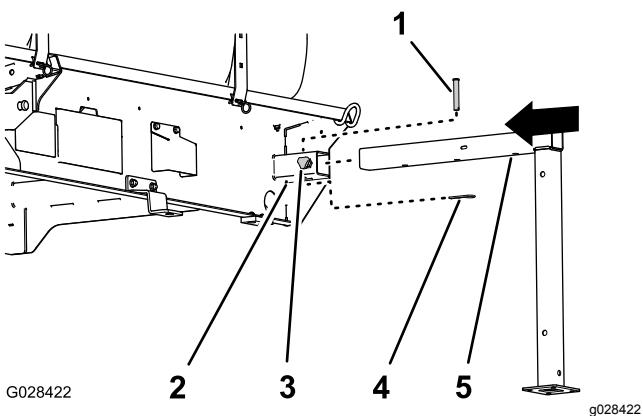

Figura 118
- 1. Allineate il cavalletto anteriore con la sede per il cavalletto nella parte anteriore del serbatoio (Figura 118).
- 2. Inserite il cavalletto nella sede apposita fino a che il foro centrale nel tubo orizzontale del cavalletto si allinea con il foro nella parte alta della sede apposita (Figura 118).
- 4. Avvitate una manopola di bloccaggio nella sede per il cavalletto e serratela manualmente (Figura 118).